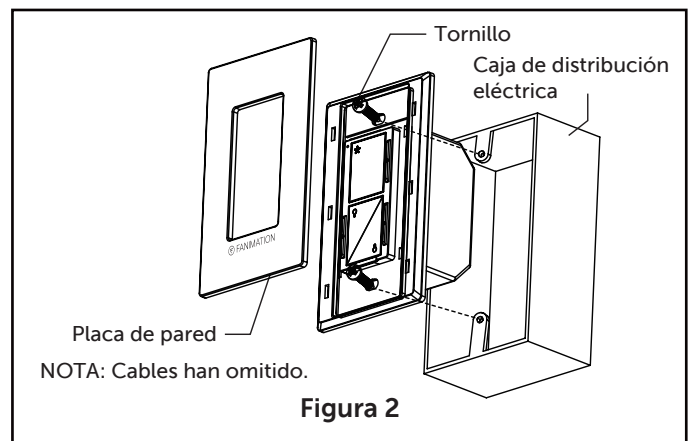

Figura 2
2. Fije la placa de pared al frente del control de interruptor con los dos tornillos pequeños suministrados. Vuelva a conectar la corriente eléctrica. (Figura 2)